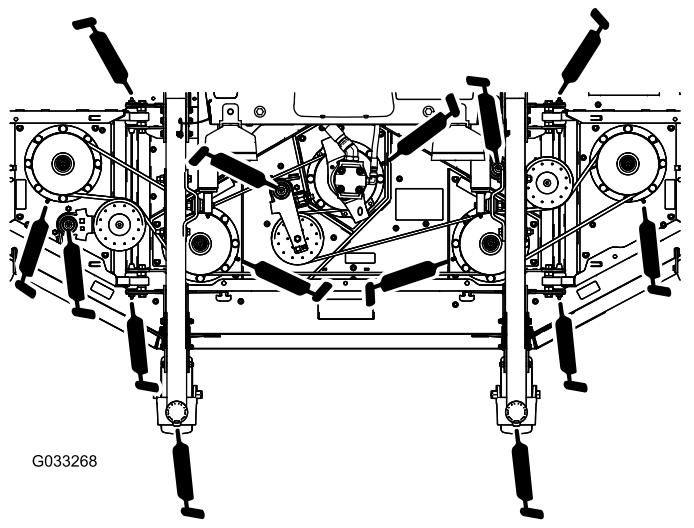

Bild 52
- 2 Laufradgabelbüchsen (Bild 52)
- 5 Spindelwellenlager (im Spindelgehäuse), siehe Bild 52 .
- 3 Spannscheibenarm-Drehbüchsen (die sich auf der die Spannscheibe tragenden Drehgelenkwelle befinden), siehe Bild 52 .
- Vier Drehbüchsen am Seitenmähwerk (die sich an den Lagerbolzen des Seitenmähwerks befinden), wie in Bild 52 abgebildet.